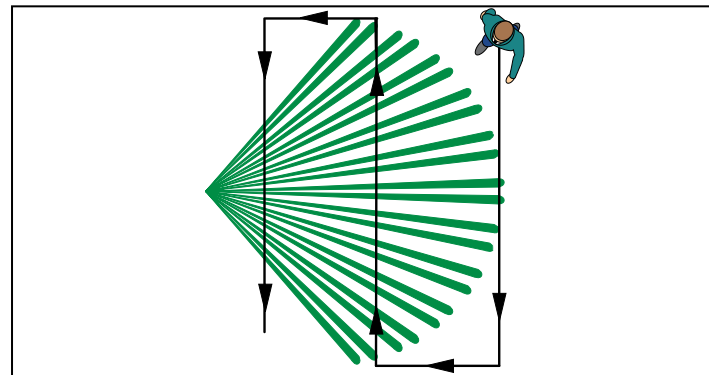

Рис. 5.1. Зона пошагового теста
4. Пошаговый тест следует выполнять, перемещаясь поперек зоны покрытия. См. рис. 5.1.